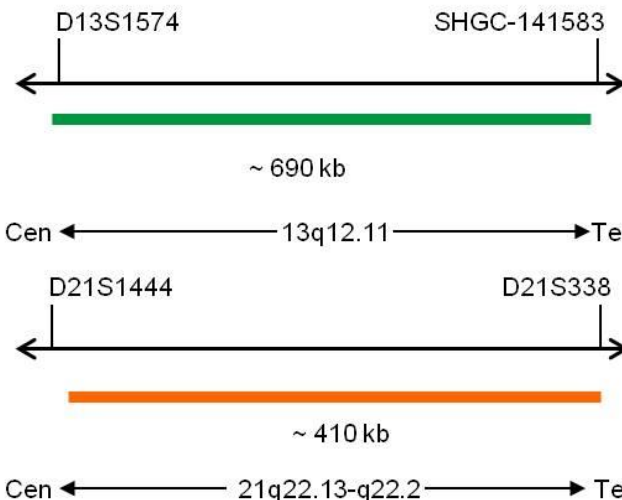

Fig. 1: In alto: Mappa della sonda SPEC 13q12.11; In basso: Mappa della sonda SPEC 21q22.13-q22.2 (non in scala)
- Polinucleotidi (~10.0 ng/μl) marcati con ZyGreen (eccitazione 503 nm/emissione 528 nm), le cui sequenze target mappano in 13q12.11* (chr13:20,200,365-20,892,494) (vedere Fig. 1).
- Polinucleotidi (~4.5 ng/μl), marcati con ZyOrange (eccitazione 547 nm/emissione 572 nm), le cui sequenze target mappano in 21q22.13-q22.2* (chr21:39,372,983-39,784,773) (vedere Fig. 1).